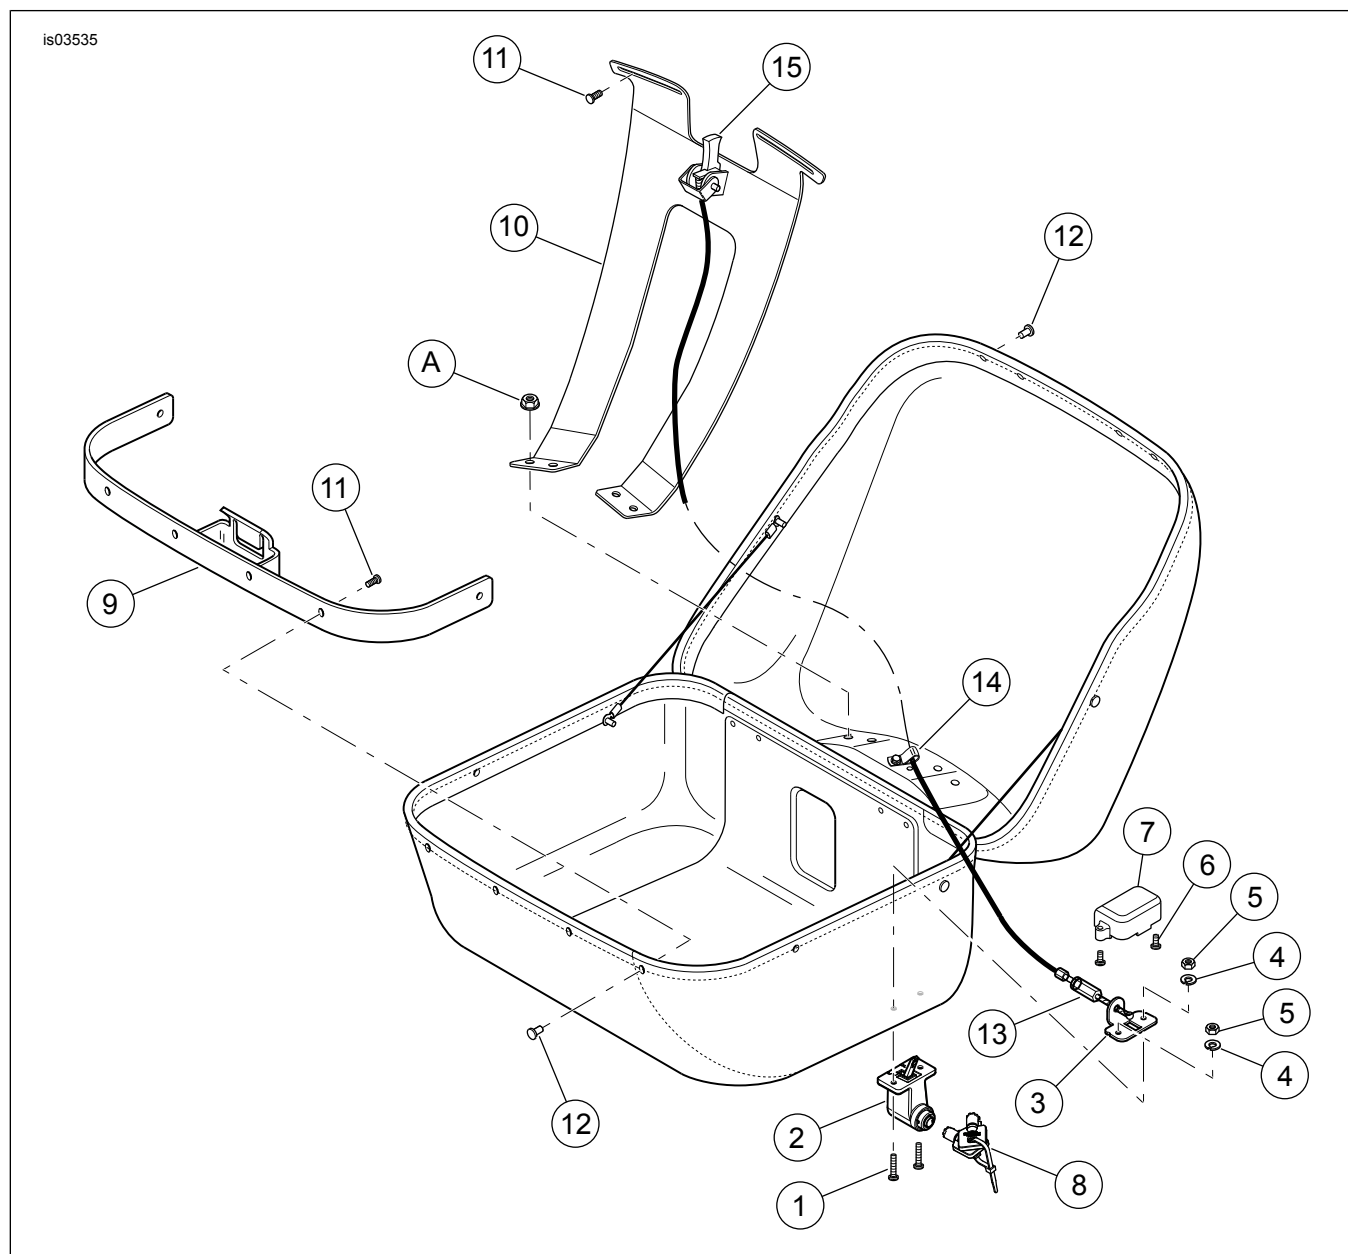

Figura 9. Parti di ricambio: serratura del Tour-Pak in pelle
Vedere Figura 9 e Tabella 1
1. Vedere Figura 9. Collocare la sagoma della serratura (16) nell'angolo anteriore destro sulla parte inferiore del Tour-Pak e fissarla con un nastro.
7. Inserire due viti (1) attraverso i fori di montaggio della serratura e nel Tour-Pak.
8. Montare la serratura (2) e la piastra di appoggio (3) con due rondelle di sicurezza (4) e relativi dadi esagonali (5) presi dal kit.
9. Usando una chiave a brugola da 4,8 mm (3/16 in), togliere due viti (6) e il coperchio (7).
5. Vedere Figura 9. Installare il coperchio (7) sopra l'asta della serratura e l'estremità del cavo usando le due viti (6).
2. Collocare la chiusura all'interno delle linguette del coperchio del Tour-Pak, e la staffa della chiusura (5) all'esterno delle linguette, allineando i fori. Inserire il perno a testa piana (6) attraverso i fori, e fissarlo con un fermo elastico (7).
3. Vedere Figura 9. Inserire la chiave (8) nella serratura (2) e, se necessario, girarla per aprire la serratura. Spingere la chiusura nella serratura e controllare che questa funzioni regolarmente. Registrare il cavo se necessario.